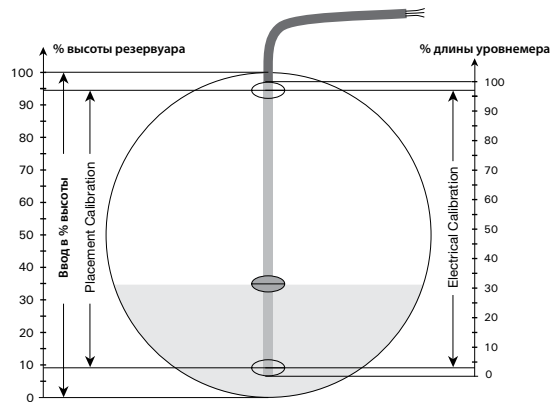

Рис. 1, разрез горизонтально расположенного резервуара
Описание настройки со входом потенциометра исходит из Рис. 1. Обратите внимание, что ПО PRelevel имеется только на английском языке. Поэтому тексты меню имеют тот же вид, что и на дисплее. Выберите закладку **[Input]**:
**[Electrical Calibration]** Здесь вводятся границы или ПО PRelevel измеряет диапазон на подсоединенном потенциометре, который должен или может детектироваться. Преобразователь должен быть подключен к коммуникационному интерфейсу Loop Link, чтобы можно было произвести измерения значений. Значения на Рис.1 равны Low (Низ.) = 3% и High (Выс.) = 97%.
**[Placement Calibration]** Здесь вводится местонахождение точек Low и High, определенных в 'Electrical Calibration', на уровнемере по отношению к высоте резервуара. Эти значения используются частью для расчета линеаризованных значений, частью для вычисления 0- и 100% высоты. Значения на Рис. 1 равны Low (Низ.)= 9% и High (Выс.) = 94%.
**[Input]** Здесь вводится желаемый диапазон ввода по отношению к высоте. Когда входные сигналы Low и High выбраны как 0 и 100%, то входной сигнал никогда не будет ниже 9% и выше 94%, что обусловлено формой и положением уровнемера. Если диапазон выхода будет 4...20 mA, то значение выходного сигнала будет составлять от 5,44 до 19,04 mA. Значения на Рис. 1 составляют Low (Низ.) = 0% и High (Выс.) = 100%.